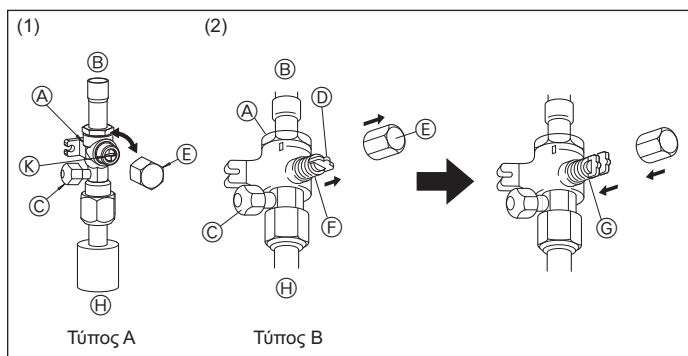
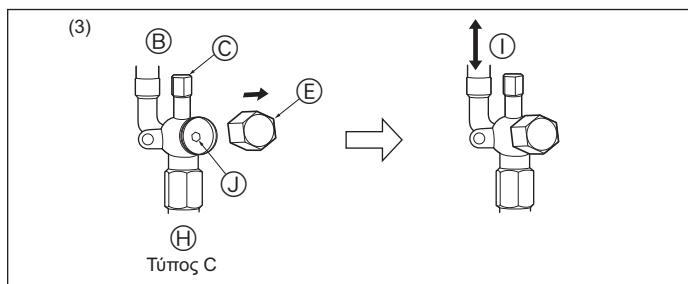

Fig. 5-9
Fig. 5-10
(1) Τύπος Α (Fig. 5-9)
① Αφαιρέστε την τάπα και κατόπιν κάντε περιστροφή 90 μοιρών προς τα αριστερά με ίσιο κατασβίδι για πλήρες άνοιγμα.
② Ελέγξτε ότι οι βαλβίδες είναι τελείως ανοιχτές και στη συνέχεια επαναφέρετε την τάπα στην αρχική της θέση και σφίξτε την.
(2) Τύπος Β (Fig. 5-9)
① Βγάλτε το καπάκι, τραβήξτε τη λαβή προς την πλευρά σας και περιστρέψτε κατά το 1/4 της στροφής προς τα αριστερά για να ανοίξει.
② Βεβαιωθείτε ότι η βαλβίδα διακοπής είναι εντελώς ανοιχτή, πιέστε μέσα τη λαβή και περιστρέφοντας επαναφέρετε το καπάκι στην αρχική του θέση.
(3) Τύπος C (Fig. 5-10)
① Βγάλτε το καπάκι και περιστρέψτε το στέλεχος της βαλβίδας προς τα αριστερά έως το τέρμα χρησιμοποιώντας ένα εξαγωνικό κλειδί 4 mm. Σταματήστε να περιστρέφετε έως ότου φτάσει στον αναστολέα.
② Βεβαιωθείτε ότι η βαλβίδα διακοπής είναι εντελώς ανοιχτή, και περιστρέφοντας επαναφέρετε το καπάκι στην αρχική του θέση.